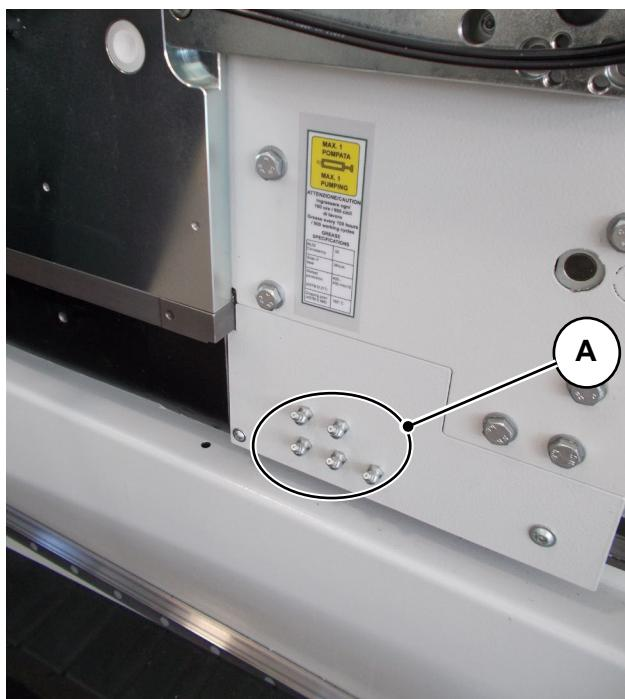

Fig. 09-04
- Aproximadamente a cada **200 horas** de trabalho, é necessário engraxar, através dos bicos "A" (Fig. 09-04) (5), com a seringa fornecida, as corrediças de recirculação de esferas das guias.